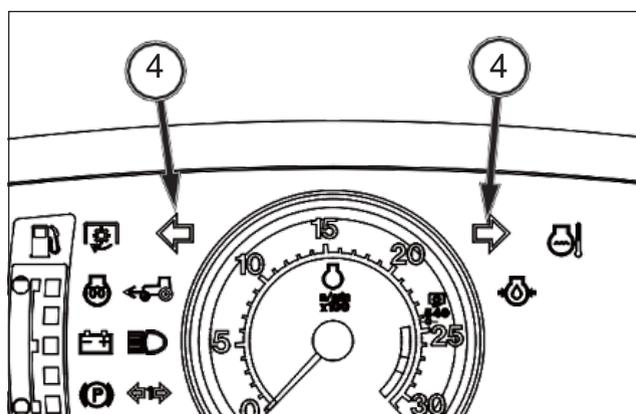

FIG. 40
FIG. 40: los indicadores de dirección (4) de la fila de indicadores se encenderán al mismo tiempo que los intermitentes. Esto indica fácilmente al conductor que las luces de emergencia están activas.